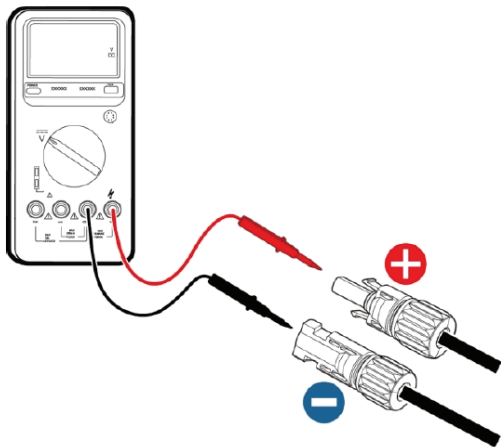

Figura 15 Misurazione della tensione d'ingresso in corrente continua
(3) Dopo aver connesso il connettore in corrente continua, utilizzare un multi-metro per misurare la tensione del circuito di ingresso in corrente continua, verificare la polarità del cavo di ingresso corrente continua e assicurarsi che la tensione di ciascun circuito rientri nell'intervallo consentito dall'inverter, come illustrato nella Figura 15.
(4) Collegare il connettore in corrente continua con l'inverter ed accertarsi che sia fissato saldamente.
(5) Quando si rimuove il connettore in corrente continua dall'inverter, inserire la testa del cacciavite diritto nel foro rialzato al centro del connettore e forzare l'estremità mobile del connettore per farla uscire.